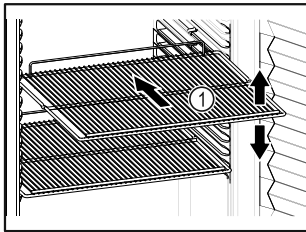

Fig. 78 Ενδεικτική απεικόνιση
- ❑ Εάν οι σχάρες Fig. 78 (1) είναι ρυθμιζόμενες, προσαρμόστε τα ανάλογα με το ύψος.